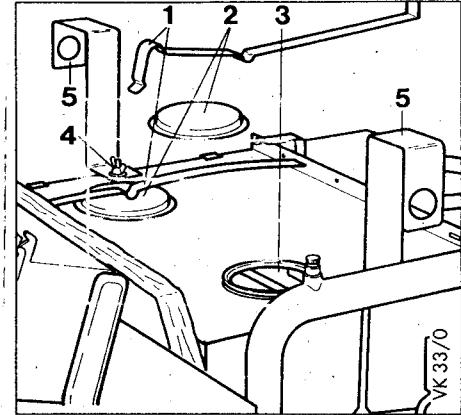

Рис.16
- Откинуть вперед щиток управления (1) рис. 16, стр. 35.
- Пожалуйста, не облокачивайтесь на щиток управления (1) и не кладите на него тяжелых предметов!
- Снимите защелкивающиеся пружины (1) на крышке (2) ревизионного отверстия (3) и откройте крышку.
- Через ревизионные отверстия (3) можно установить, требуется ли чистка теплообменника.
- Если необходима чистка теплообменника, то для чистки дымоходов (2) рис. 16 стр. 35 требуется удалить предохранитель тяги.
- Отвернуть оба крепежных болта декоративной решетки (4) рис. 16 на стр. 35 и снять декоративную решетку.
Пояснения к рис.16
- Газоходы (2) основательно помыть щеткой. Рис. 16, стр. 35.
- Повернуть и установить на место щиток управления (1) рис. 16, стр. 35.
- Декоративную решетку (4) рис. 16, стр. 35 установить на место и закрепить двумя винтами к боковым облицовочным панелям.